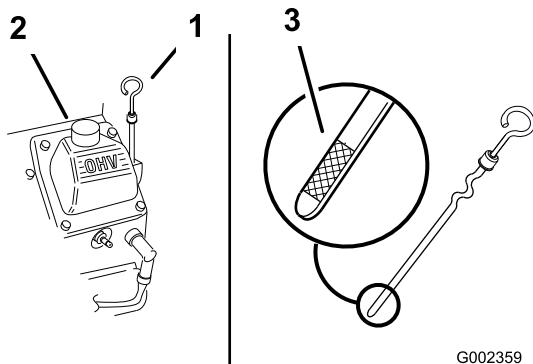

Bild 24
3. Reinigen Sie den Bereich um den Ölpeilstab (Bild 24), damit kein Schmutz in den Einfüllstutzen gelangen und den Motor beschädigen kann.
4. Schrauben Sie den Ölpeilstab heraus und wischen Sie das Metallende ab (Bild 24).
5. Schieben Sie den Ölpeilstab vollständig in den Einfüllstutzen (nicht in den Einfüllstutzen einschrauben) (Bild 24).
6. Gießen Sie ca. 80 % der angegebenen Ölmenge langsam in den Einfüllstutzen (Bild 24).